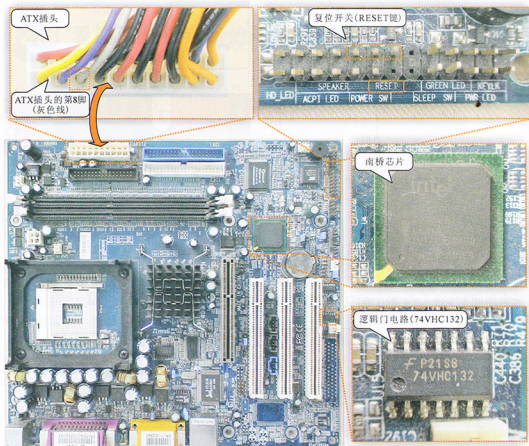

图12-1 典型主板上的复位电路
通常，主板的复位电路在主板上分布比较分散，主要是由ATX电源的第⑧脚（输出PG信号）、南桥芯片、复位开关（RESET键）和逻辑门电路等元件组成的。通过之前的介绍读者可以很容易地找到这些元件，如图12-1所示为典型主板上的复位电路。